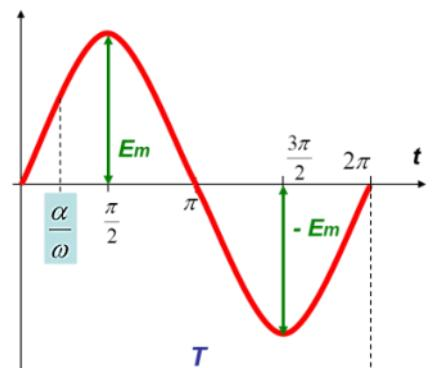

рис.3
- Период  $T$  (рис.3) – время, в течение которого происходит весь цикл изменения переменных ЭДС, тока или напряжения; измеряется в секундах (с).
- Амплитудные значения тока  $I_m$ , напряжения  $U_m$ , эдс  $E_m$  (рис.3) – максимальные значения мгновенных величин тока, напряжения и ЭДС.